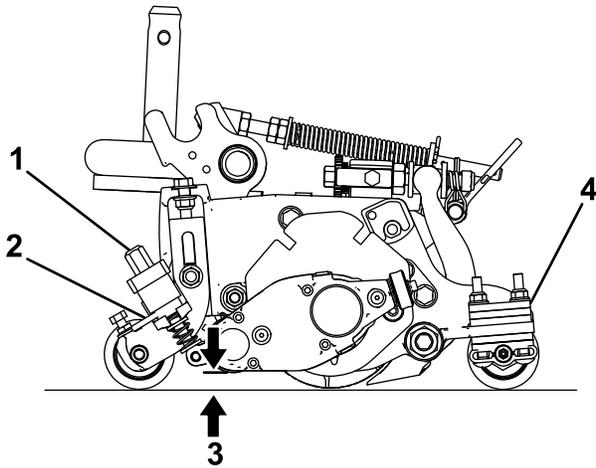

Figura 23
3. Gire las palancas de elevación rápida (Figura 23) a la posición de ENGRANADO (palanca orientada hacia la parte delantera de la unidad de corte).
(Figura 23). Gire el pomo del regulador de altura (Figura 23) para elevar o bajar la punta de la cuchilla del groomer a la altura deseada.